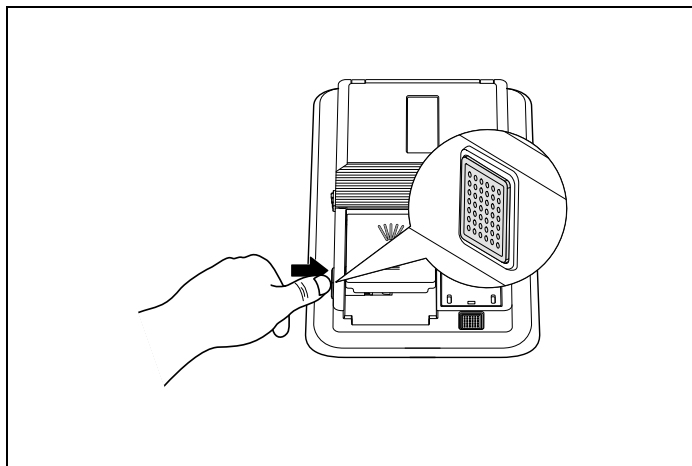

Fig. 61
- 1) Tryck på knappen på vänster sida för att öppna diskmedelsbehållaren såsom visas i bilden (Fig. 61 A)